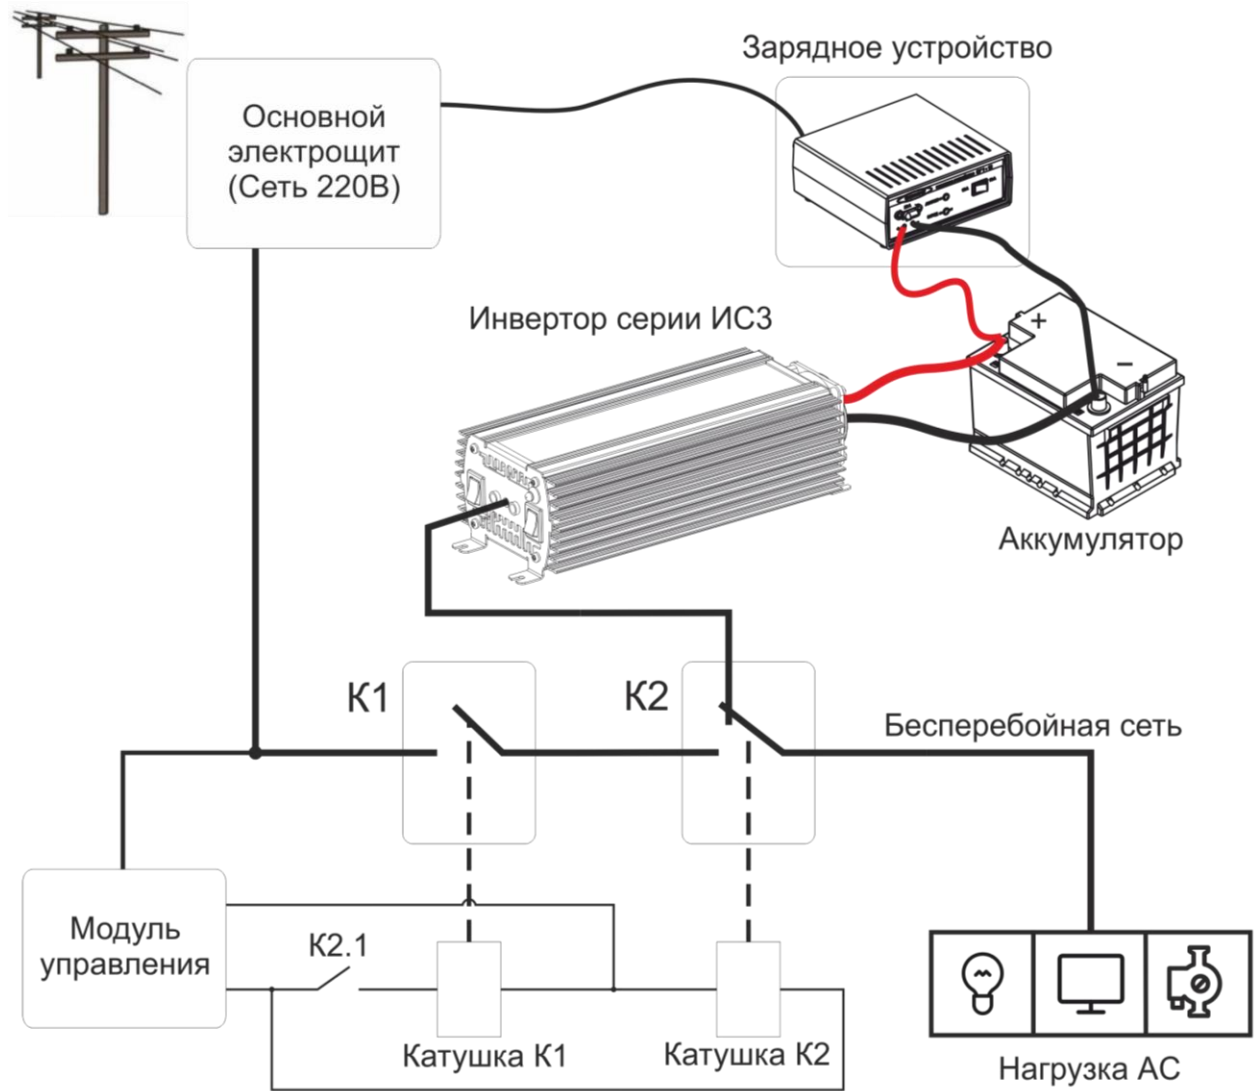

Рис.3.
7.1. Применение инверторов в системах бесперебойного питания. Для обеспечения надежной работы и исключения возможности попадания промышленного сетевого напряжения 220В на «выход» инвертора рекомендуется производить подключения согласно схемы на Рис.3.